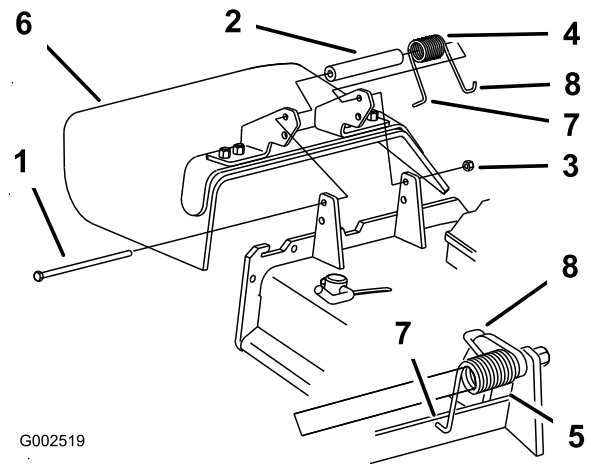

Bild 44
1. Entfernen Sie die Sicherungsmutter, Schraube, Feder und das Distanzstück, mit denen das Ablenkblech an den Drehhalterungen befestigt ist (Bild 44).
Hinweis: Stellen Sie sicher, dass sich das **L**-Ende der Feder hinter der Mähwerkkante befindet, bevor Sie die Schraube einführen, siehe Bild 44.
5. Führen Sie das **J**-förmige Hakenende der Feder um das Ablenkblech (Bild 44).